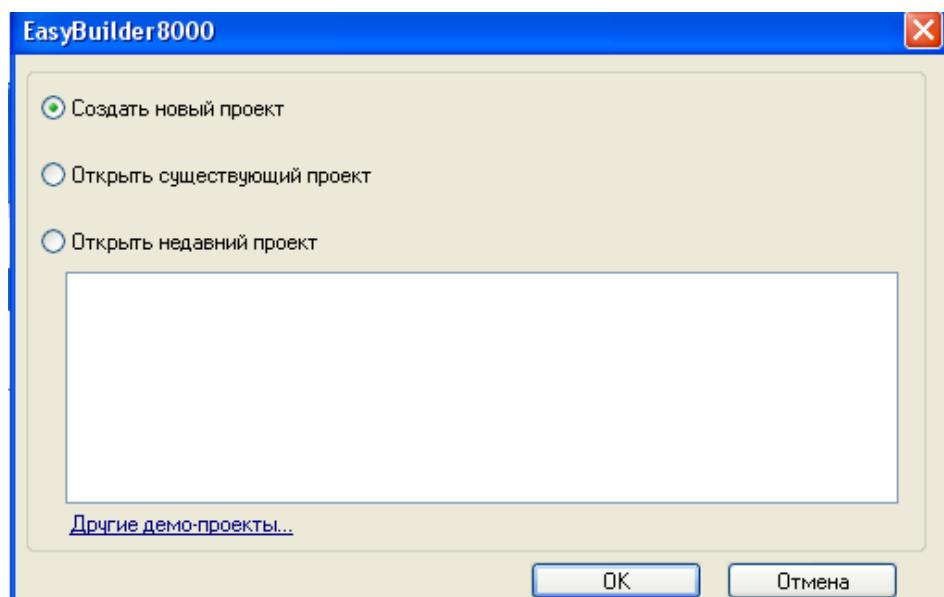

Рис. 3. Создание нового проекта
3.3.2. В появившейся диалоговой панели (рис. 3) выбрать пункт «Создать новый проект». Нажать кнопку **OK**.